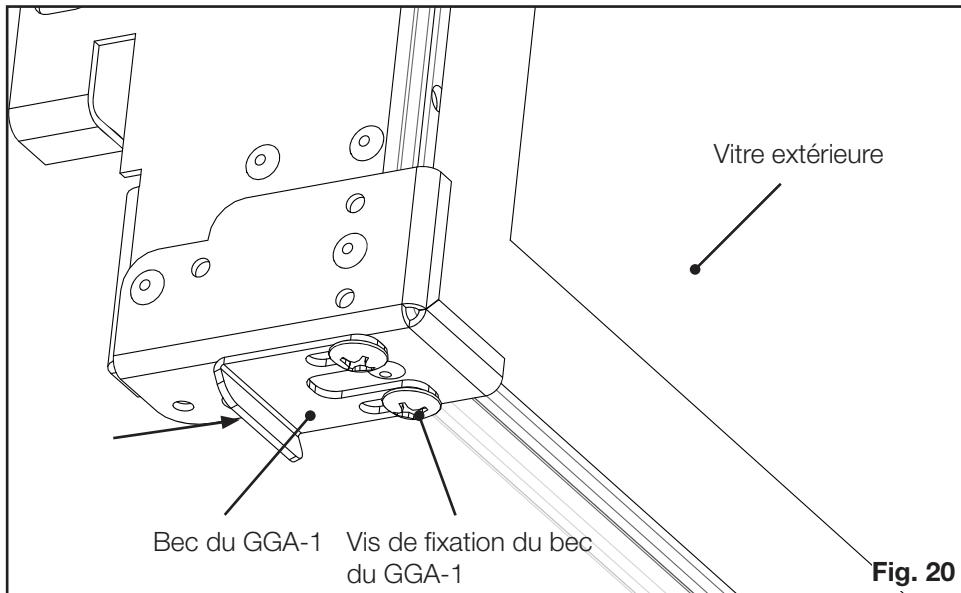

Fig. 20
16. S'il y a un jeu excessif, ajustez les becs au bas du GGA-1 vers l'avant pour réduire le jeu de façon à le rendre minime. Cette façon de procéder vise à faire en sorte que le GGA-1 puisse encore être verrouillé et dégagé aisément, sans force excessive (**Fig. 20**).